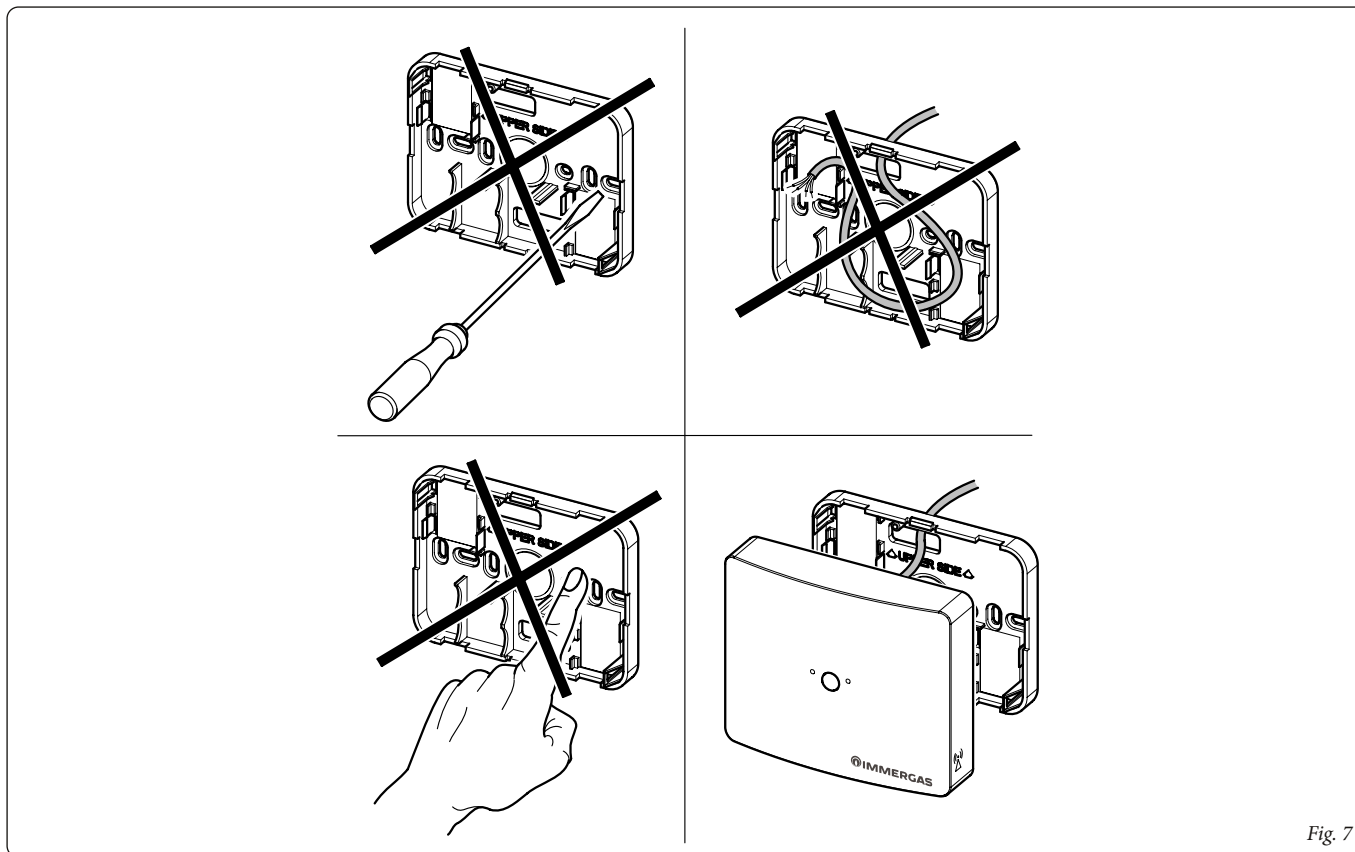

Fig. 7
N.B.: si consiglia l'utilizzo in luoghi elettromagneticamente non critici e in strutture realizzate con materiali non prettamente metallici o schermanti. Durante l'installazione prestare le dovute cautele come indicato in fig. 7.
N.B.: the use in electromagnetically non-critical places and in structures made of non-metallic or shielding materials is recommended. During installation, take the necessary precautions as indicated in fig. 7.